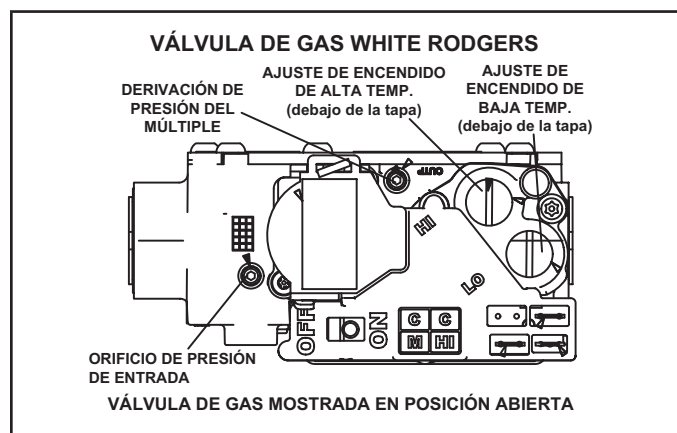
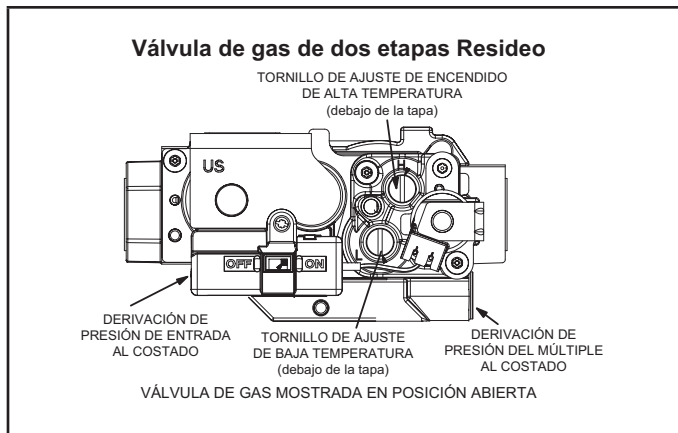

FIGURA 25
FIGURA 26
Funcionamiento de la válvula de gas (FIGURA 25 y FIGURA 26)
- 6 - Mueva el interruptor en la válvula de gas a APAGADO. No lo fuerce. Ver la FIGURA 25 y la FIGURA 26.
- 8 - Mueva el interruptor en la válvula de gas a la posición ENCENDIDO. No lo fuerce. Ver la FIGURA 25 y la FIGURA 26.
Un tapón roscado en la válvula de gas permite acceso a la presión de suministro. Ver la FIGURA 25. Retroceda el tornillo hexagonal de 3/32 una vuelta, conecte un tubo de 5/16 y conéctelo a un manómetro para medir la presión de suministro. Ver la presión de la línea de suministro en la Tabla 15.
Un orificio de presión del múltiple en la válvula de gas permite acceso a la presión del múltiple. Ver la FIGURA 25. Retroceda el tornillo hexagonal de 3/32 una vuelta, conecte un tubo de 5/16" y conéctelo a un manómetro para medir la presión del múltiple.
- 4 - Haga ajustes si es necesario. La FIGURA 25 muestra la ubicación del tornillo de ajuste de encendido de alta y baja temperatura.